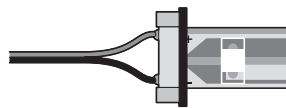

Bild 4
3. Einspeisungsverbinder auf das Ende der LED-Platine stecken (Polung beachten) und den Verschluss schließen (Bild 4).